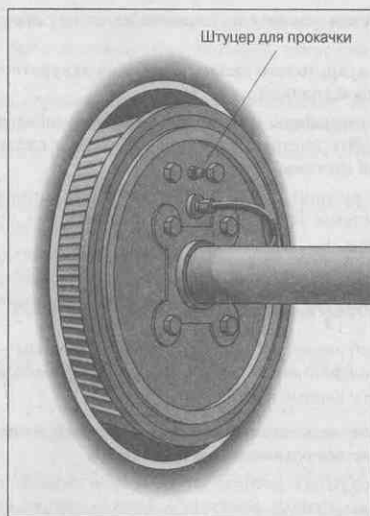

Рис. 18.13. Штуцер прокачки барабанного тормоза
1. Позади тормозов находится маленькое приспособление, которое называется *штуцером для прокачки тормозов* (рис. 18.13).